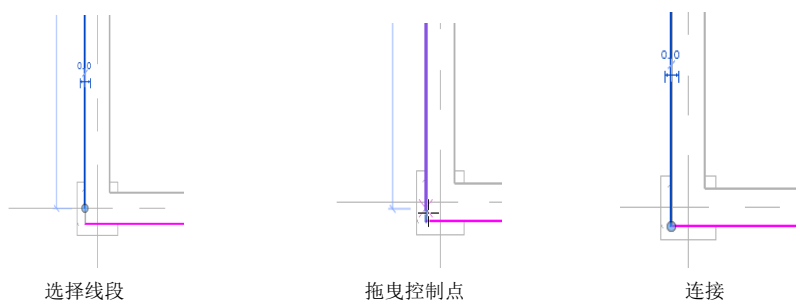

图 11-8 调整边界线长度
(7) 放大图形，观察边界线是否闭合，如果没有闭合，则选择边界，拖曳控制点调整其长度，使其与其他边界线相连，如图 11-8 所示。